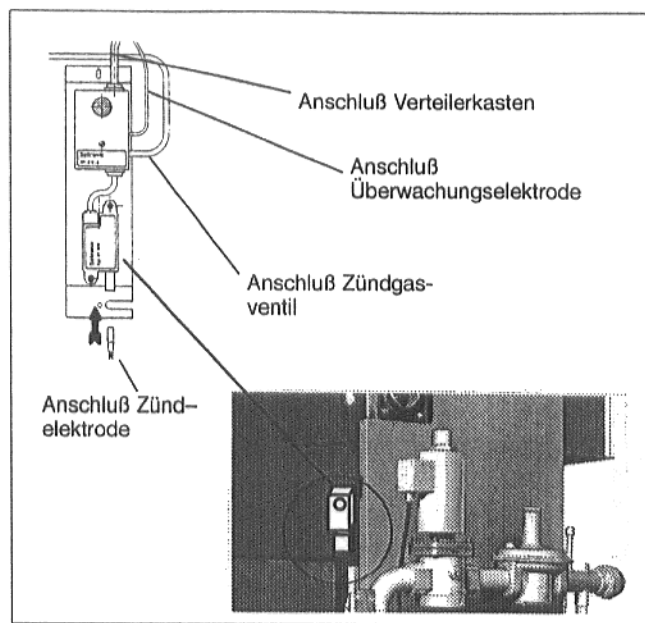

Abb. 6: Platzierungsbeispiel Brennersteuerung
- Brennersteuerung mit einem möglichst **kurzen Abstand** zum Zündgasbrenner an die Zwischenwand anbringen (Abb.6).